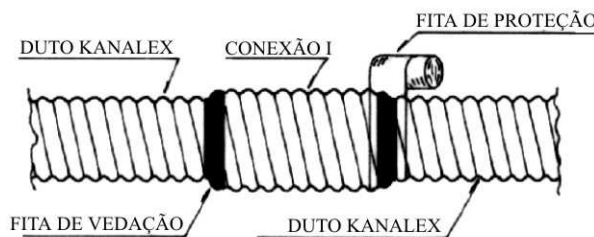

Figura 27
e) Aplicar la cinta aislante o mástique y, a continuación, la cinta de protección en todo el perímetro de la conexión I (Figura 27).